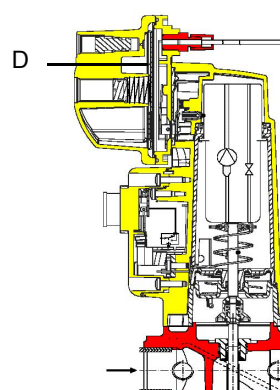

Fig. 7
**Attenzione: il diaframma D dell'SKP2 deve essere verticale (vedi Fig. 7).**